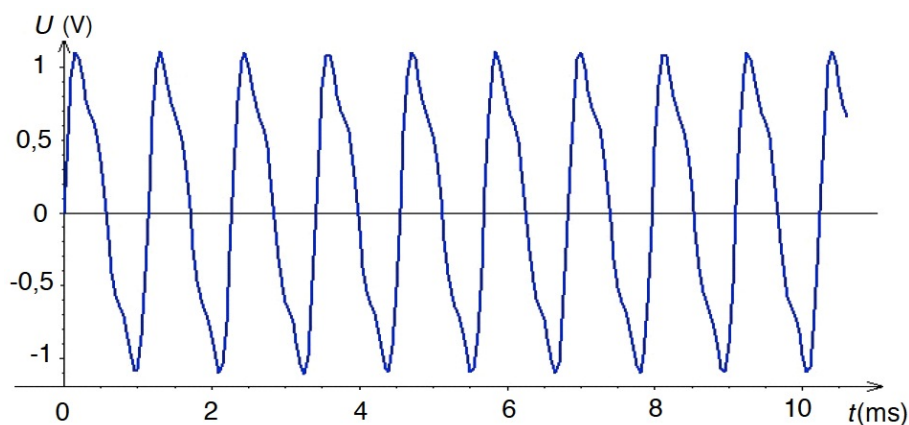

figure 1
Le musicien joue la note  $la_4$ . À l'aide d'un système d'acquisition, on enregistre le son émis par la flûte. On obtient l'enregistrement du signal électrique correspondant (**figure 1**).
1.1. En utilisant la **figure 1**, déterminer avec le maximum de précision la fréquence du son émis en expliquant la démarche suivie.